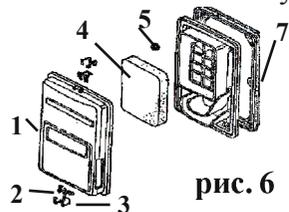

рис. 6
7.4.1 Демонтируйте крышку 1 (рис. 6). При отделении крышки от корпуса не повредите уплотнение. Снимите фильтрующий элемент 4 (рис. 6).